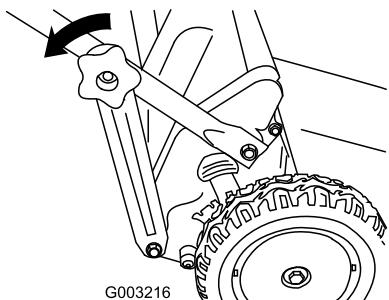

Figura 54
- Togliete le manopole della sezione inferiore della stegola (Figura 54).
- Staccate le staffe da entrambi i lati inferiori della stegola (Figura 54).